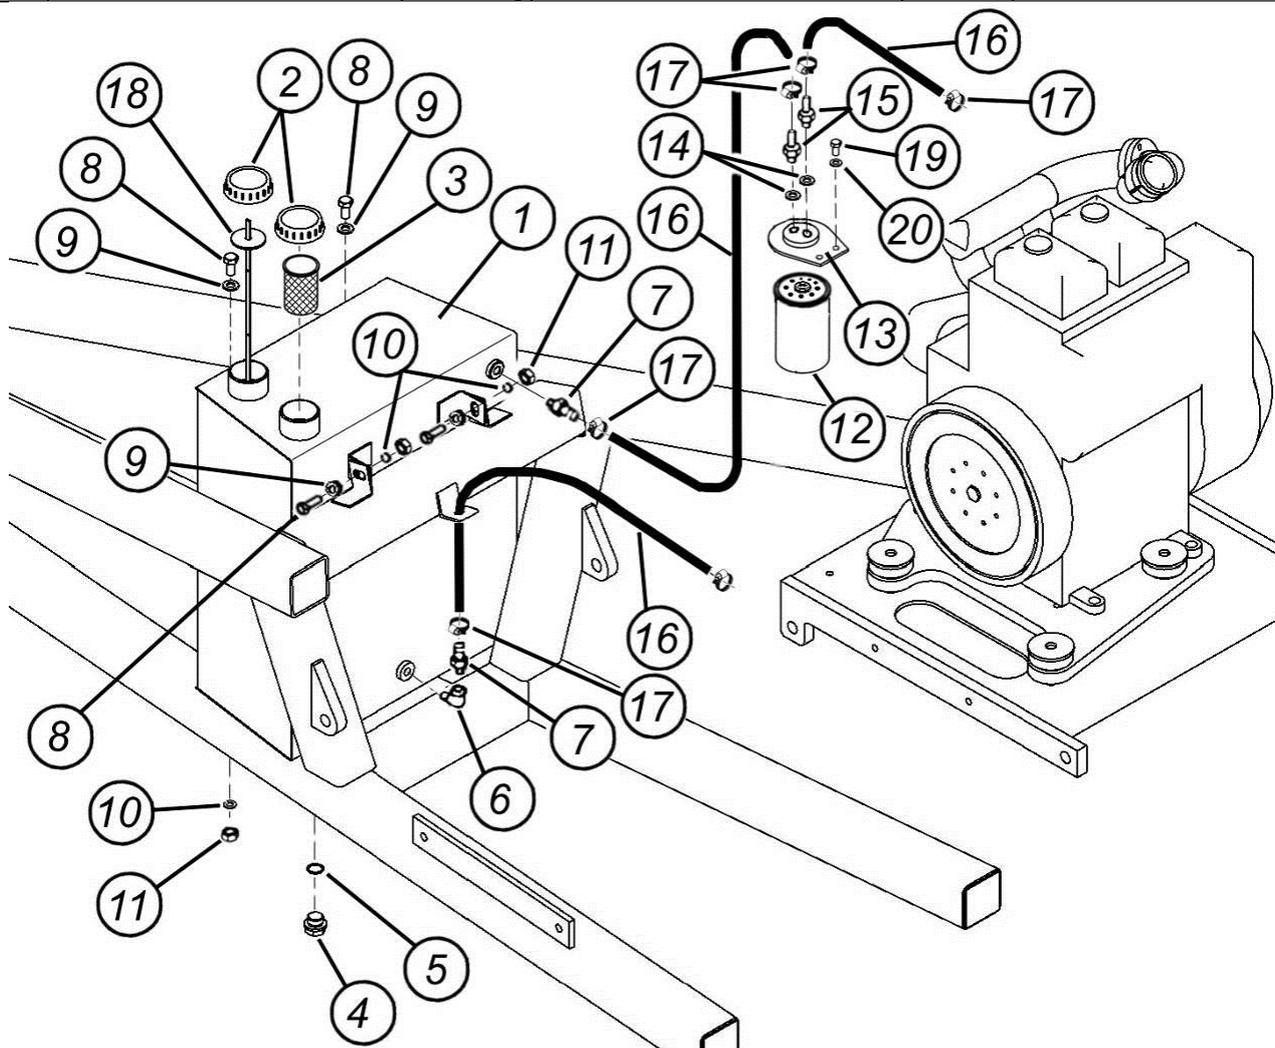

Рис. 7.2.12.1. Топливный бак до 10.2013г.
7.2.12.2. Топливный бак после 10.2013 г. (рис. 7.2.12.2)